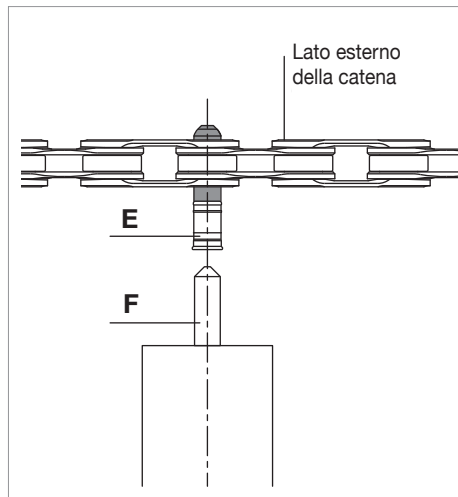

Fig.11
- Verificate che la punta conica dello spintore (F) (**Fig. 11**) sia in asse con il centro della bussola ULTRA-LINK 5-CN-SR700 (E) (**Fig. 11**).